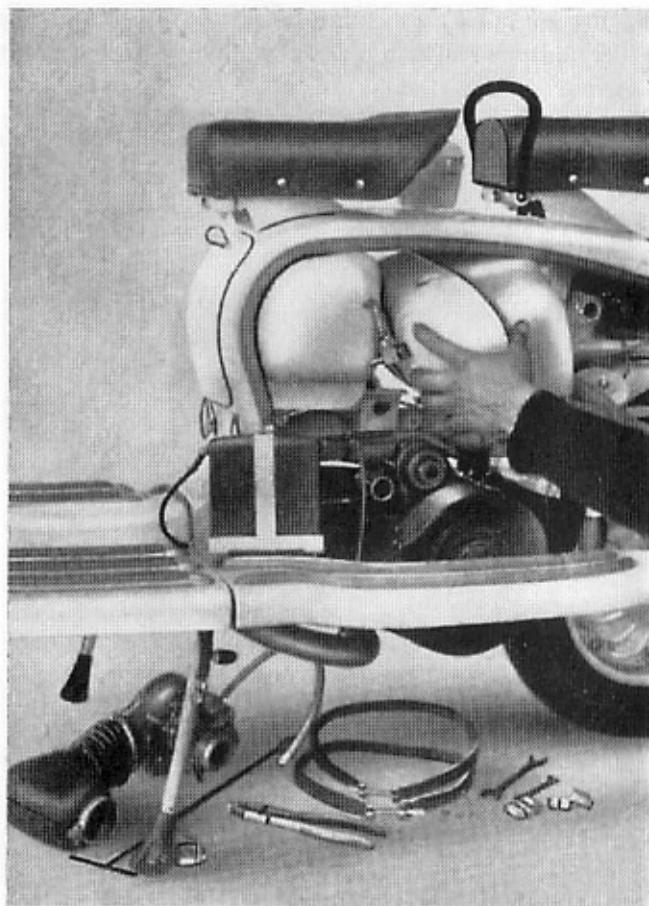

Fig. 35
- 56** Afferrare il serbatoio dal lato volano, ruotarlo in senso orario e sfilarlo dal suo alloggiamento. Vedi fig. 35.